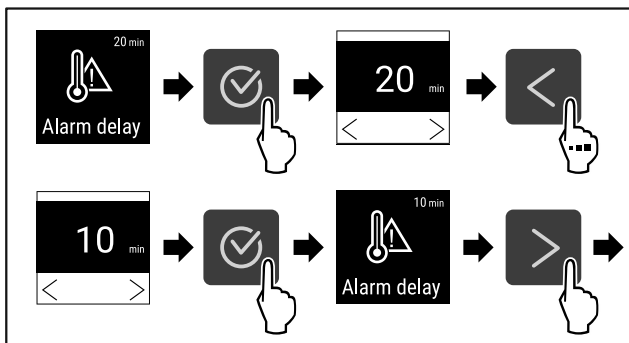

Fig. 115
- ▶ Провести етапи операцій (див. Fig. 115) .